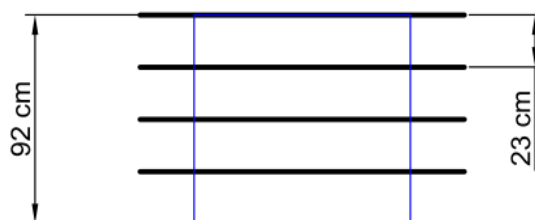

Figura 2. Área de cobertura central
- Na zona central da cobertura, deve ser instalado um mínimo de 4 cordões por largura de ChovATERM® (92 cm), deixando uma distância máxima de 23 cm entre cordões. Ver figura 2.